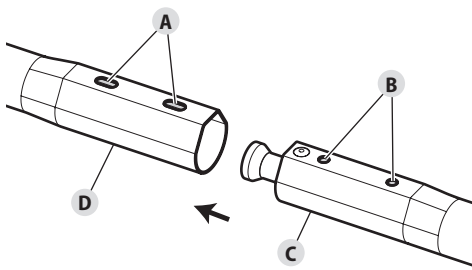

Fig. 5
2. Retournez la partie supérieure de l'unité. Les orifices situés sur le coupleur doivent être orientés vers le haut (Fig. 5-A).
3. Retournez la partie inférieure de l'unité. Les orifices situés sur le tube inférieur de l'arbre doivent être orientés vers le haut (Fig. 5-B).
4. Enfoncez le tube inférieur de l'arbre (Fig. 5-C) dans le coupleur (Fig. 5-D). Les orifices situés sur le tube inférieur de l'arbre devraient s'aligner avec ceux du coupleur.